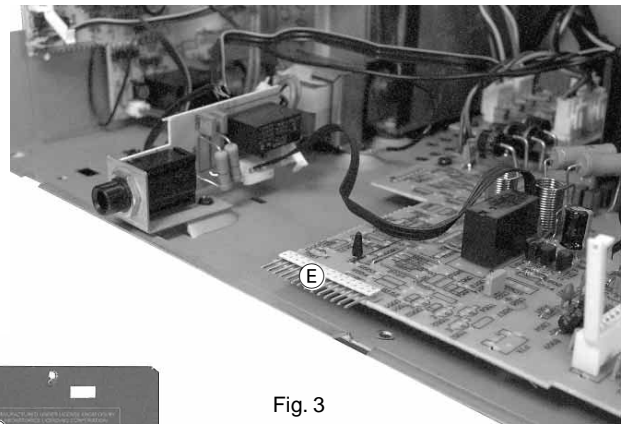

Fig. 3
- **Bei Zusammenbau auf richtigen Sitz der Steckverbindung achten (Fig. 3)!**
- **When assembling the front take care of the the correct position of the connector (E) (Fig.3)!**